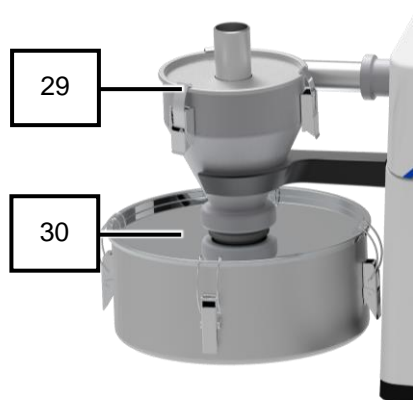

Рис. 29: прибор с циклонным сепаратором
15. Нажмите  на сенсорном дисплее (6), чтобы завершить процесс измельчения.
17. Удалите измельчаемый материал из приемного контейнера (30) циклонного сепаратора (29) (Рис. 29).